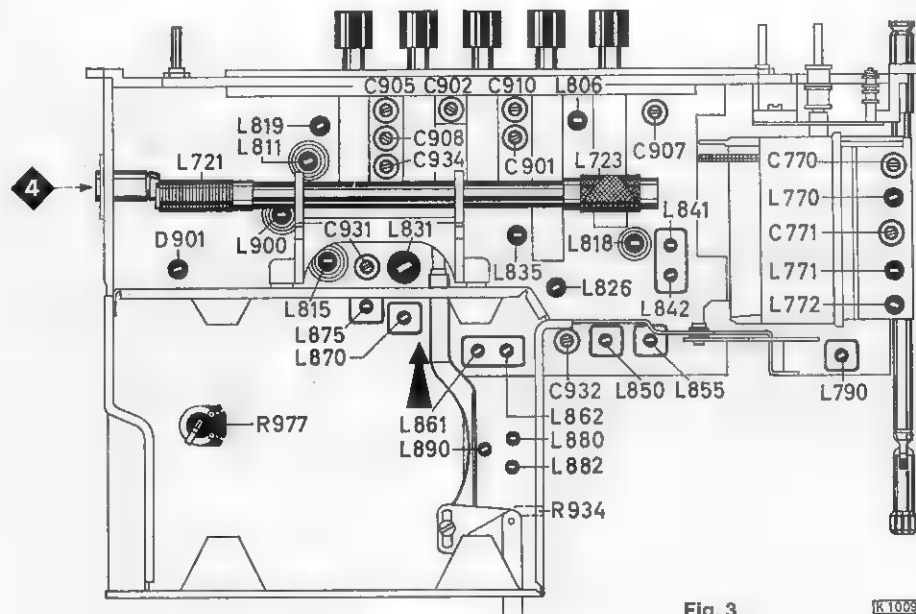

Fig. 3
- 6.5 Den Ruhestrom ca. 1 Minute nach dem Einschalten des Gerätes mit dem Einstellregler R 977 (Fig. 3) auf $4 \text{ mA} \pm 20 - 10\%$ einstellen.
Achtung! Beim Abgleich des MW- und LW-Vorkreises auf dem Wellenschalter muß der Umschalter, Fig. 3, in Pfeilrichtung geschaltet sein.
- 6.5 Approx. 1 minute after switching on set, set zero signal current via adjuster R 977 (fig. 3) to $4 \text{ mA} \pm 20 - 10\%$.
Attention! When aligning the MW and LW RF circuit on the waveband switch the conversion switch, fig. 3, must be switched in direction of the arrow.
5) Ein AM-Signal, 400 Hz, 30% moduliert, soll eine Ratiospannung von 1,4 V erzeugen. Dann mit R 934 ein Spannungsminimum am Outputmeter einstellen, Fig. 3.
5) An AM signal, 400 Hz, 30% modulated, must produce a ratio voltage of 1.4 V. Adjust a voltage minimum at the outputmeter by means of R 934, see fig. 3.